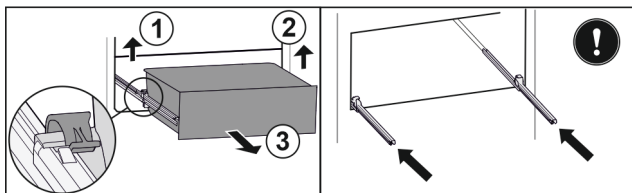

Fig. 29 \*
- ▶ Zvedněte levou svorku a současně vytáhněte zásuvku vlevo dopředu Fig. 29 (1).\*
- ▶ Zvedněte pravou svorku a současně vytáhněte zásuvku vpravo dopředu Fig. 29 (2).\*
- ▶ Zásuvku odeberte směrem dopředu Fig. 29 (3).\*